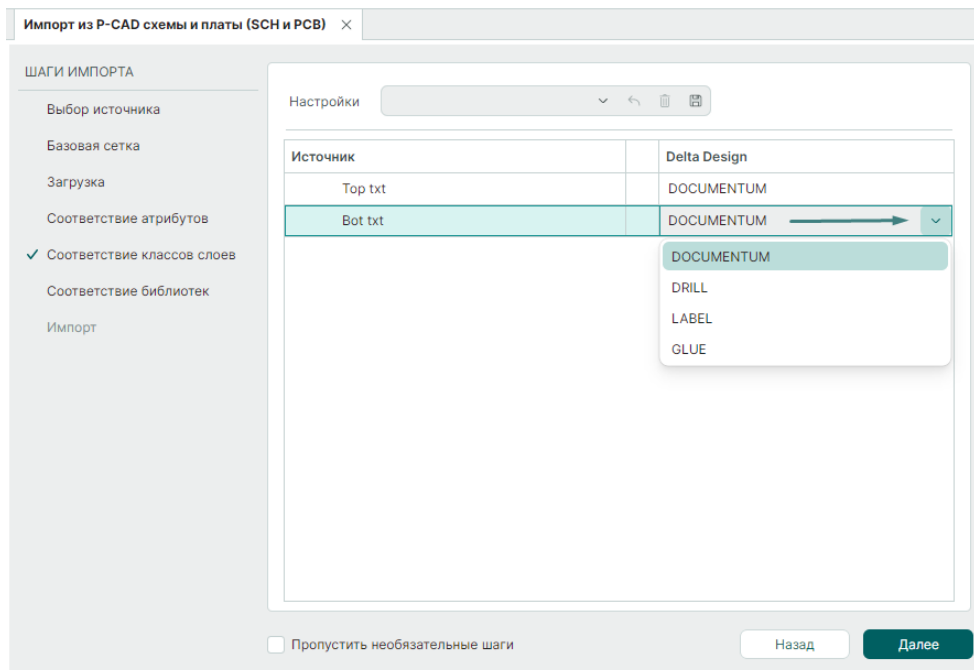

Рис. 36 Соответствие классов слоев
9. На этапе «Соответствие классов слоев» проставьте соответствие классов слоев, см. Рис. 36, и нажмите «Далее».